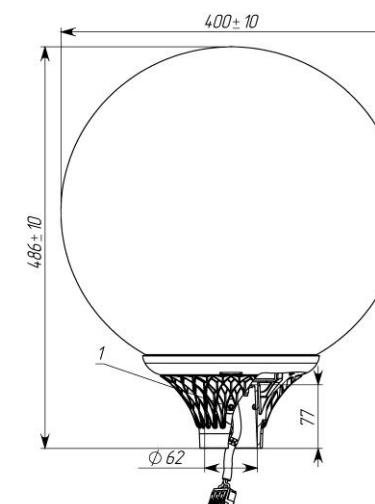
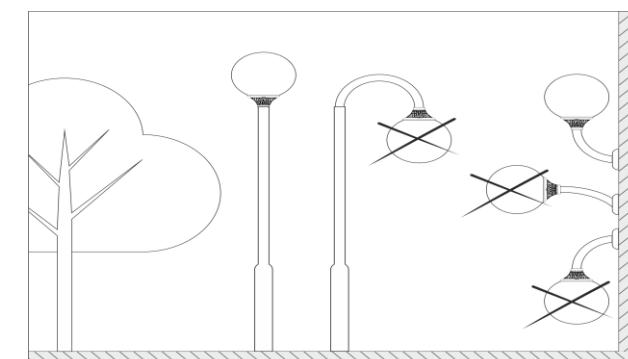

Рисунок 2
Рисунок 3
2.1 Светильники торшерные серии GALAD Шар LED-40 (Рисунок 2) предназначены для функционально-декоративного освещения парков, скверов, бульваров, зон отдыха, территорий микрорайонов, коттеджных поселков.
5.1 Светильники устанавливают на трубу диаметром 50...60 мм **рассеивателем вверх** (Рисунок 3) «Разрешенные пространственные положения установки светильника Шар LED» и закрепляют тремя болтами М6 (поз.1 Рисунок 2) с усилием затяжки 3,5 – 4 Н.м.